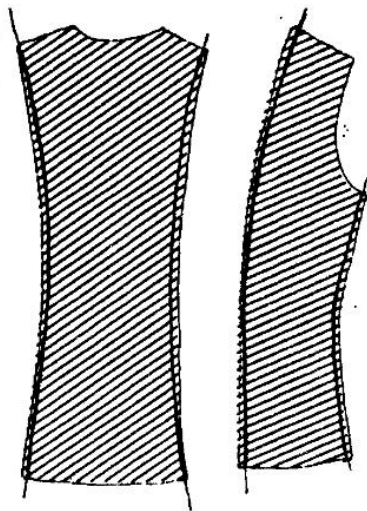

Рис. 278
3. Подрежьте детали прокладки вдоль вертикальных швов на 1,5—2 мм (рис. 278).